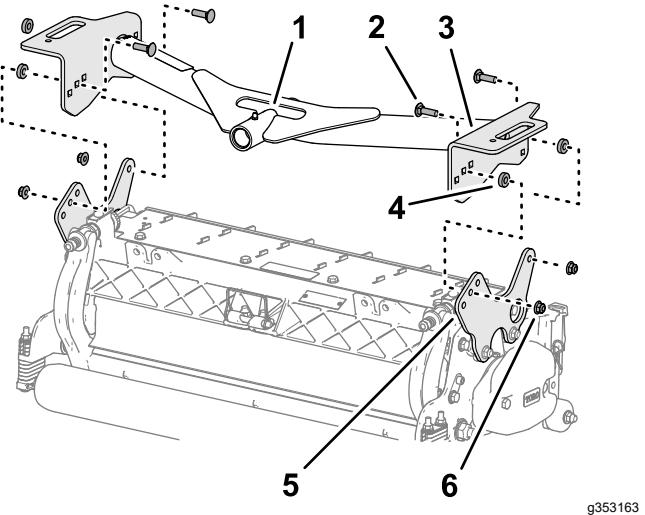

Figura 19
1. Alinee los taladros de las placas del bastidor de tiro delantero con los taladros de las placas de montaje de la unidad de corte (Figura 19).
2. Alinee un espaciador entre la placa de tiro y la placa de montaje (Figura 19), y Monte provisionalmente las placas y el espaciador con un perno de cuello cuadrado (3/8" x 1 1/4") y una contratuerca con arandela prensada (3/8").